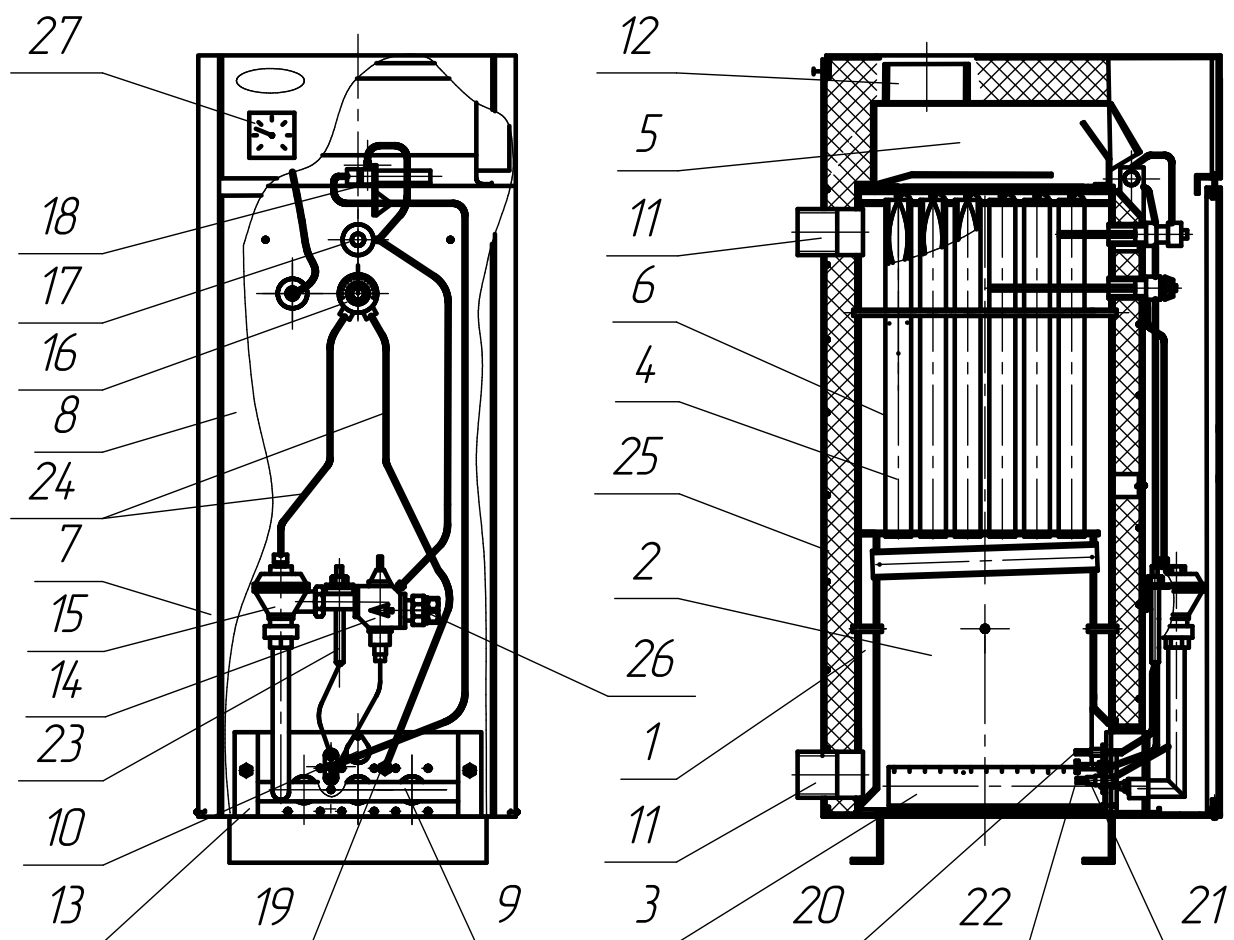

Рисунок 1.
Котел выполнен в виде напольного шкафа прямоугольной формы, лицевая сторона которого закрыта дверкой 8 (Рис.1,2,3,4), которая обеспечивает доступ для запуска котла в работу.
Автоматика безопасности и регулирования “КАРЕ” (Рис.1), состоит из: термоэлектромагнитного - 14 и мембранного - 15 клапанов, зажигающей горелки-22, термопары - 21, эвакуационной горелки - 19, терморегулятора с шкалой указателя температуры - 16, датчика тяги - 18, соединительных трубок - 24, датчика от закипания воды -17, который служит для аварийного отключения автоматики безопасности и регулирования при достижении теплоносителем температуры 95°C.
Датчик тяги устанавливается перед газоходом котла и присоединяется через датчик от закипания к термоэлектромагнитному клапану и зажигающей горелке соединительными трубками, как показано на Рис.1 и 2. В случае нарушения тяги в дымоходе датчик срабатывает, и прекращается подача газа на основную и зажигающую горелку.
7.8.1. При применении автоматики «КАРЕ» (Рис.1) необходимо: